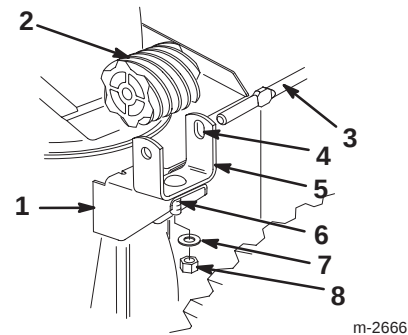

Bild 16
5. Stecken Sie die Schlossschraube in das dafür vorgesehene Loch im Schneckengetriebe-Profilteil (Bild 16).
6. Stecken Sie das Schneckengetriebe in das Profilteil, fluchten Sie die Schlitzte im Schneckengetriebe und im Profil aus und stecken Sie dann die Getriebebestange des Auswurfkanals durch die Schlitzte in Profilteil und Schneckengetriebe (Bild 16).
7. Bringen Sie das Schneckengetriebe und das Profilteil mit Schlossschraube, Flachscheibe und Sicherungsmutter lose am Montageflansch an (Bild 16).